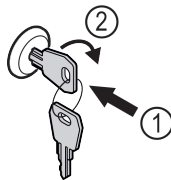

Fig. 172 Ενδεικτική απεικόνιση
- ▶ Πιέστε μέσα το κλειδί Fig. 172 (1).
- ▶ Περιστρέψτε το κλειδί 90° δεξιόστροφα Fig. 172 (2).